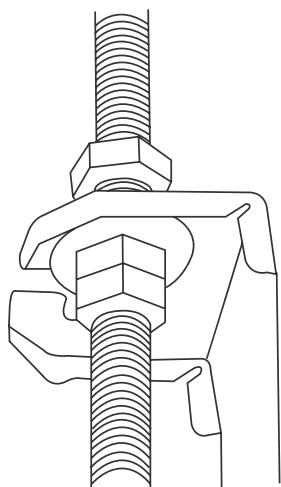

Рис. 4.5
5. Установите внутренний блок. Для подъема и закрепления блока требуется два человека. Введите монтажные болты в отверстия для подвески блока. Закрепите их, используя прилагаемые шайбы и гайки (см. рис. 4.5).